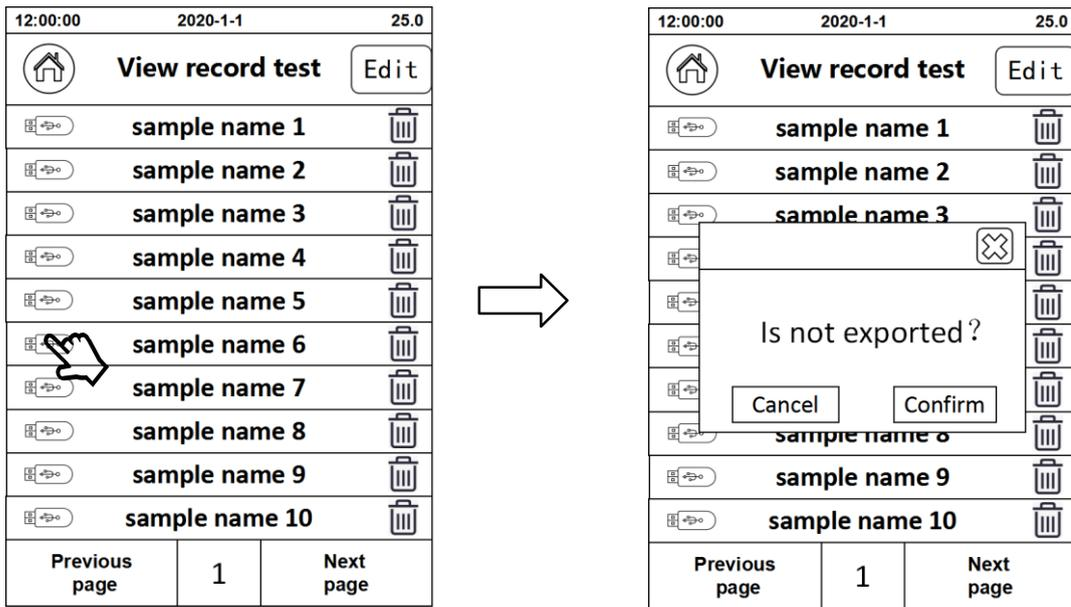

Fig. 8
6.3 Haga clic en el icono  para eliminar los datos de las pruebas seleccionadas, y en el icono  para exportar los datos a una memoria USB. Ver detalles en la Fig. 8.